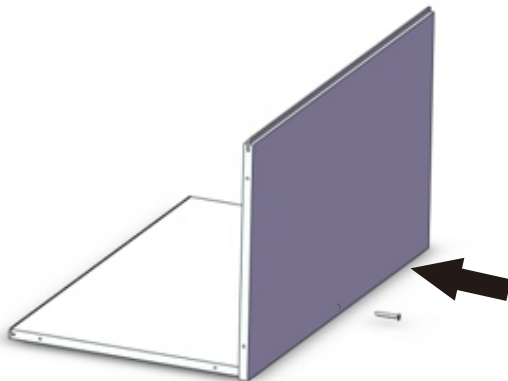

图1安装背板
标准光源灯箱工作原理示意（见附图1）
1. 将背板和底板用螺丝安装好（如图1）。